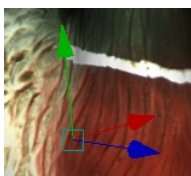

Рис. 8.49: Элемент управления в режиме переноса
- Свободно перемещайте объект в окне *3D вида* с помощью квадратного элемента управления. Или потяните необходимую стрелку рядом с квадратным элементом управления для перемещения только вдоль определенной оси (см. Рис. 8.49).